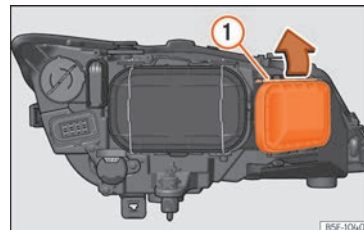

Fig. 57 Lámpara de luz intermitente.
- Desplace el tirante » fig. 57 ① en el sentido de la flecha y saque la tapa.